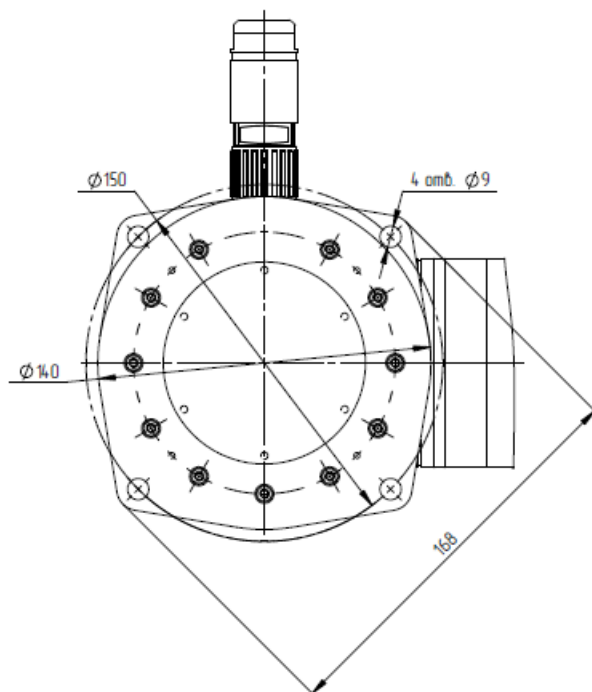

Рисунок 2-1: Основание манипулятора PULSE
Хотя площадь основания робота-манипулятора PULSE составляет всего 120 мм (см. Рисунок 2-1), при выборе места под его установку следует учитывать размеры его рабочей зоны (Рисунок 1-4). Это позволит исключить риск коллизии с другими компонентами оборудования и объектами.
2. Удерживая манипулятор в вертикальном положении, зафиксировать его на монтажной поверхности, затянув четыре болта М8 в отверстиях на переходной плите (см. Рисунок 2-1).